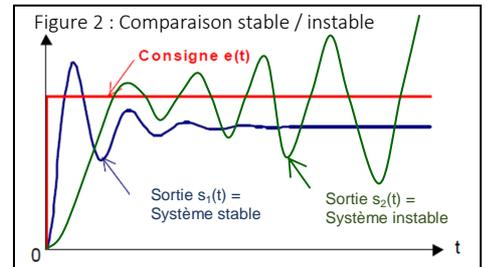

Figure 2 : Comparaison stable / instable
**1. La stabilité (figure 2)**